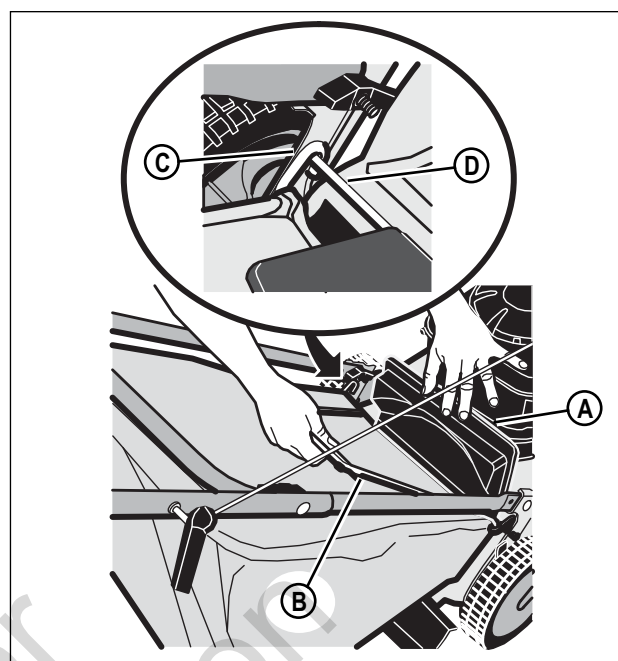

Figure 7: Montage du sac à herbe
1. Pour monter le sac à herbe sur la tondeuse, levez la porte arrière (A, Figure 7). En tenant le sac à herbe par la poignée (B), mettez les crochets (C) de chaque extrémité de l'ensemble d'armature de sac à herbe sur la tige de pivotement de la porte (D). Abaissez le sac à herbe sur l'arrière de la tondeuse. Refermez la porte arrière.